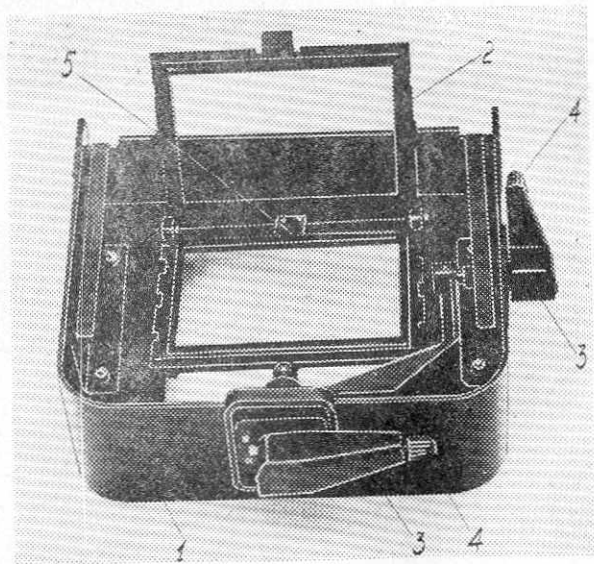
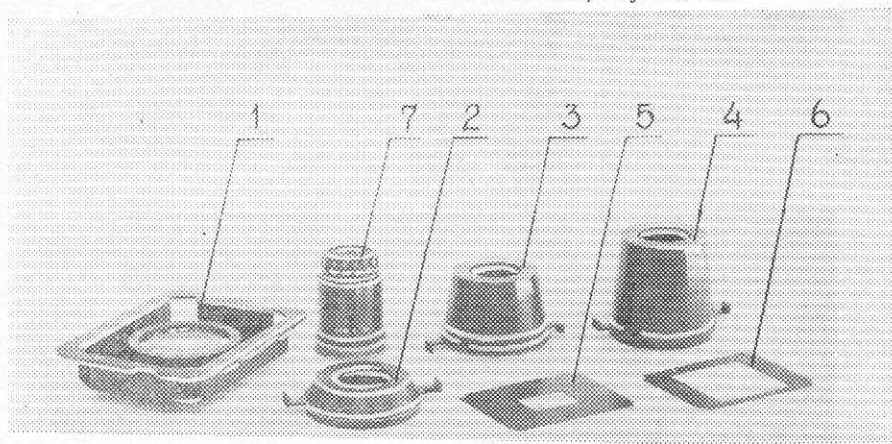

Рис. 11. Негативодержатель для трансформирования снимков:
Рис. 13. Комплект сменных частей:
При работе с негативом на 61,5-миллиметровой пленке установите в тубус стакан 4 (рис. 13) с объективом «Вега 5У» и выверните тубус в крайнее нижнее положение (до упора).
Конструкция негативодержателя для трансформирования снимков (рис. 11) позволяет устанавливать единственный негатив форматом до 60x90 мм и наклонять его на определенный угол до исправления перспективы.
Негатив размещается между двумя прижимными стеклами. Снизу на поворотную раму устанавливается диафрагма-вкладыш (см. рис. 13) для соответствующего размера кадра и закрепляется пружинами.
- закрепите на раме 2 (рис. 11) снизу соответствующую диафрагму (позиция 5 или 6, рис. 13);